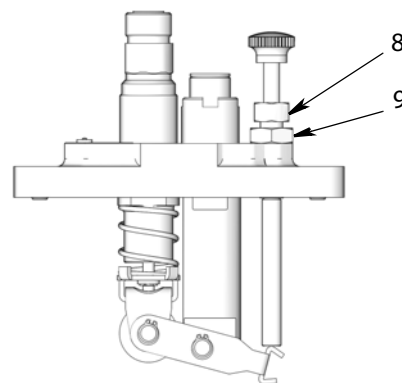

Рис. 9
Объемная подача насоса регулируется внешним регулировочным винтом (8) (Рис. 9). Поворот регулировочного винта изменяет длину хода поршня, который изменяет нагнетаемый объем насоса.
1. Ослабьте контргайку регулировочного винта (9) (Рис. 9).
2. Поворачивайте регулировочный винт (8) (Рис. 9).
3. **Только для моделей с подачей всасыванием и с гравитационной подачей.** С помощью смазочного прибора посчитайте, сколько капель упало из каплеуловителя (4) в смотровой колодец (2) за одну минуту.
5. После настройки насоса в соответствии с требуемой спецификацией затяните контргайку регулировочного винта (9) (Рис. 9).
Количество капель, падающих в смотровой колодец, равно количеству масла, нагнетаемого насосом. Объемную подачу насоса можно отрегулировать с помощью регулировочного винта (8) (Рис. 9) для изменения хода поршня. (См. раздел «Регулировка насоса».)